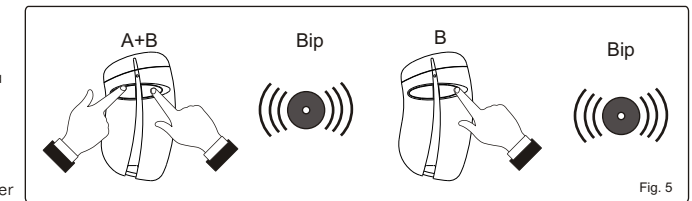

Fig. 5
7. Abilitazione / disabilitazione del bip (Fig. 5)
7. Enabling/disabling the activation bip (Fig. 5)